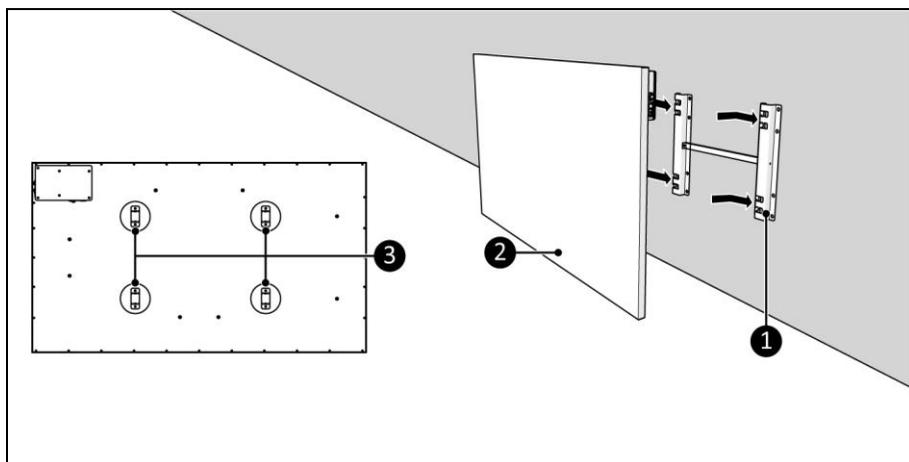

Figure 11
5. Placez les supports de l'appareil (figure 11, pos. 3) sur le support mural (figure 11, pos. 1).
6. Glissez l'appareil (figure 11, pos. 2) dans les ouvertures du support mural (figure 11, pos. 1).